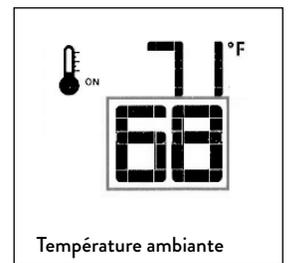

Figure 15.12. Modifier la température de consigne.
- Pour régler la température de consigne, appuyer sur les touches flèches Haut ou Bas jusqu'à ce que la température de consigne désirée soit affichée. Figure 15.12.